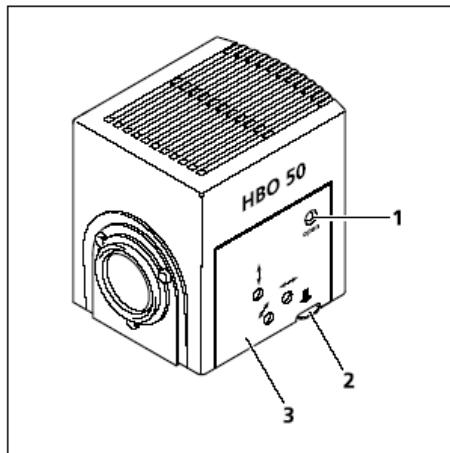

图 3-27 打开 HBO 50
- 用圆头螺丝刀 SW3 松开紧固螺丝（图 3-27/1）。
- 按下 HAL 50 卤素灯灯箱盖的释放按钮（图 3-27/2），将灯座拉出（图3-27/3），放在一旁。
- 将灯架插进灯箱内，使其向内滑动，直到完全咬合。拧紧夹紧螺丝（图 3-27/1）。